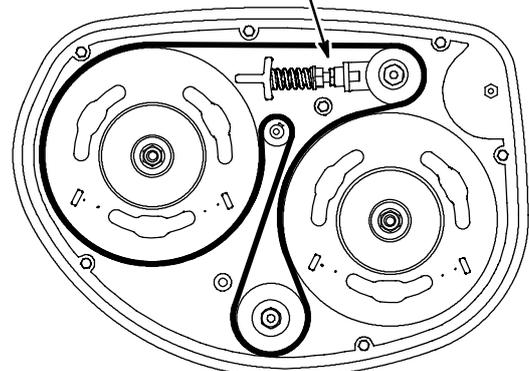

ABB. 71
- Zum Auswechseln des Riemens lösen Sie den Einstellbolzen für die Riemen Spannung völlig und bringen Sie den neuen Riemen, wie angegeben, an (Abbildung 71). Legen Sie die gerillte Seite des Riemens um die gerillten Riemenscheiben.